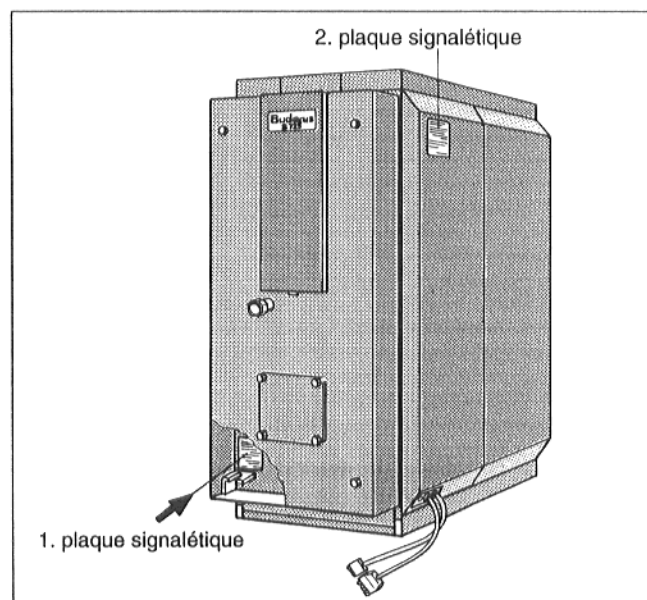

Fig. 20 Illustration de principe
- Fixer la plaque d'identification au parement supérieur de la porte (Fig. 20).
- Fixer la deuxième plaque signalétique sur la face latérale de la chaudière (Fig. 20).